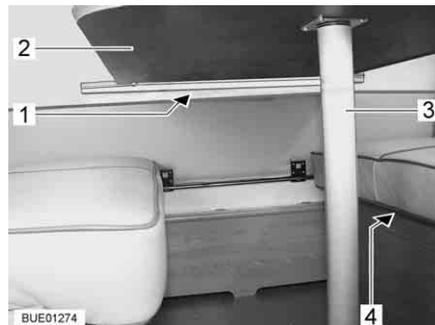
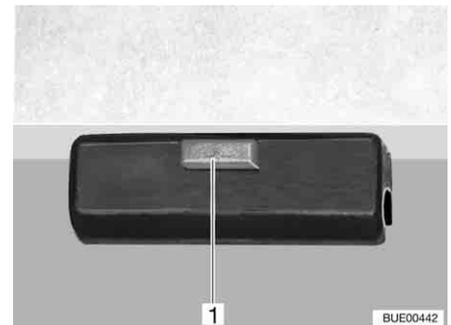

Bild 82 Hängetisch mit wechselbarem Tischfuß
Bild 83 Verriegelung
- Tischplatte (Bild 82,2) vorn leicht anheben.
- Tischfuß (Bild 82,3) abschrauben und beiseite legen.
- An der Verriegelung (Bild 82,1) den Entriegelungsknopf (Bild 83,1) drücken.
- Tischplatte in die Aufnahmen (Bild 82,4) an den Sitzbänken legen.